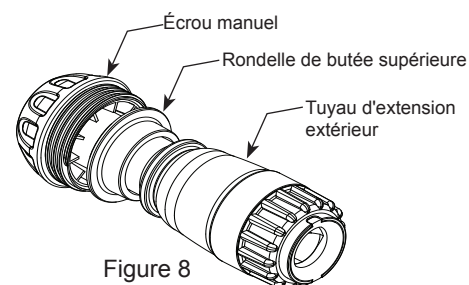

Figure 8
3. Vissez le tuyau d'extension extérieur, puis glissez la rondelle de butée et l'écrou manuel sur le tuyau d'extension extérieur (Voir la Figure 8).